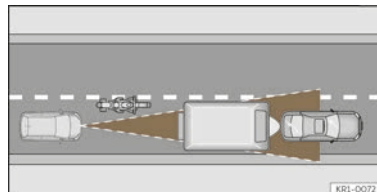

Abb. 144 Vorausfahrender Motorradfahrer außerhalb des Erfassungsbereichs des Radarsensors.
- Versetzt fahrende Fahrzeuge oder Fahrzeuge, die außerhalb des Erkennungsbereichs des Sensors fahren, z. B. Motorräder >>> (Abb. 144).